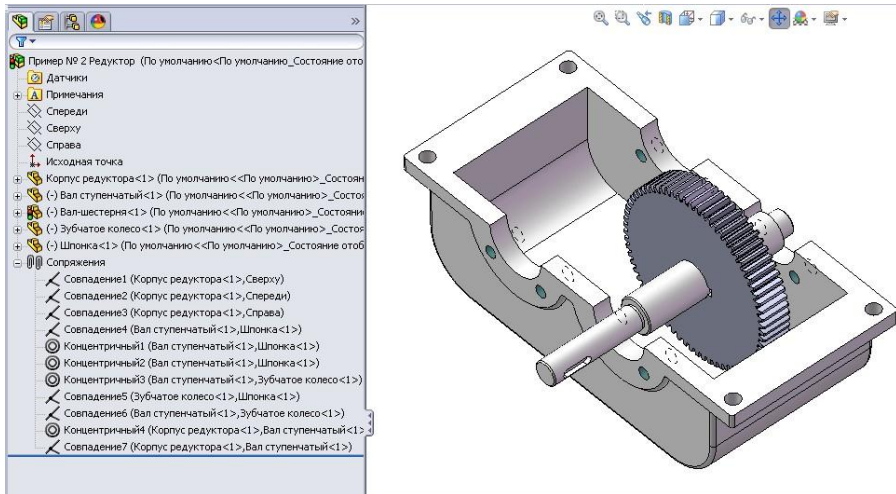

Рисунок 11.33 - Вал зі шпонкою й зубчастим колесом у корпусі редуктора
10. Помістимо вал зі шпонкою й зубчастим колесом у корпус редуктора. Для цього задамо наступні сполучення: концентричність циліндричних поверхонь вала й корпусу редуктора; збіг внутрішньої плоскої поверхні корпусу із плоскою торцевою поверхнею виступу вала (рис. 11.33).